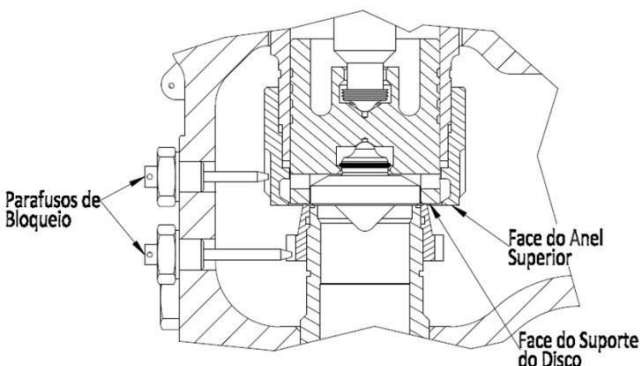

Figura 02
3 Mova o anel superior (08), de modo que a face inferior fique no mesmo nível da face do suporte do disco (Figura 02).